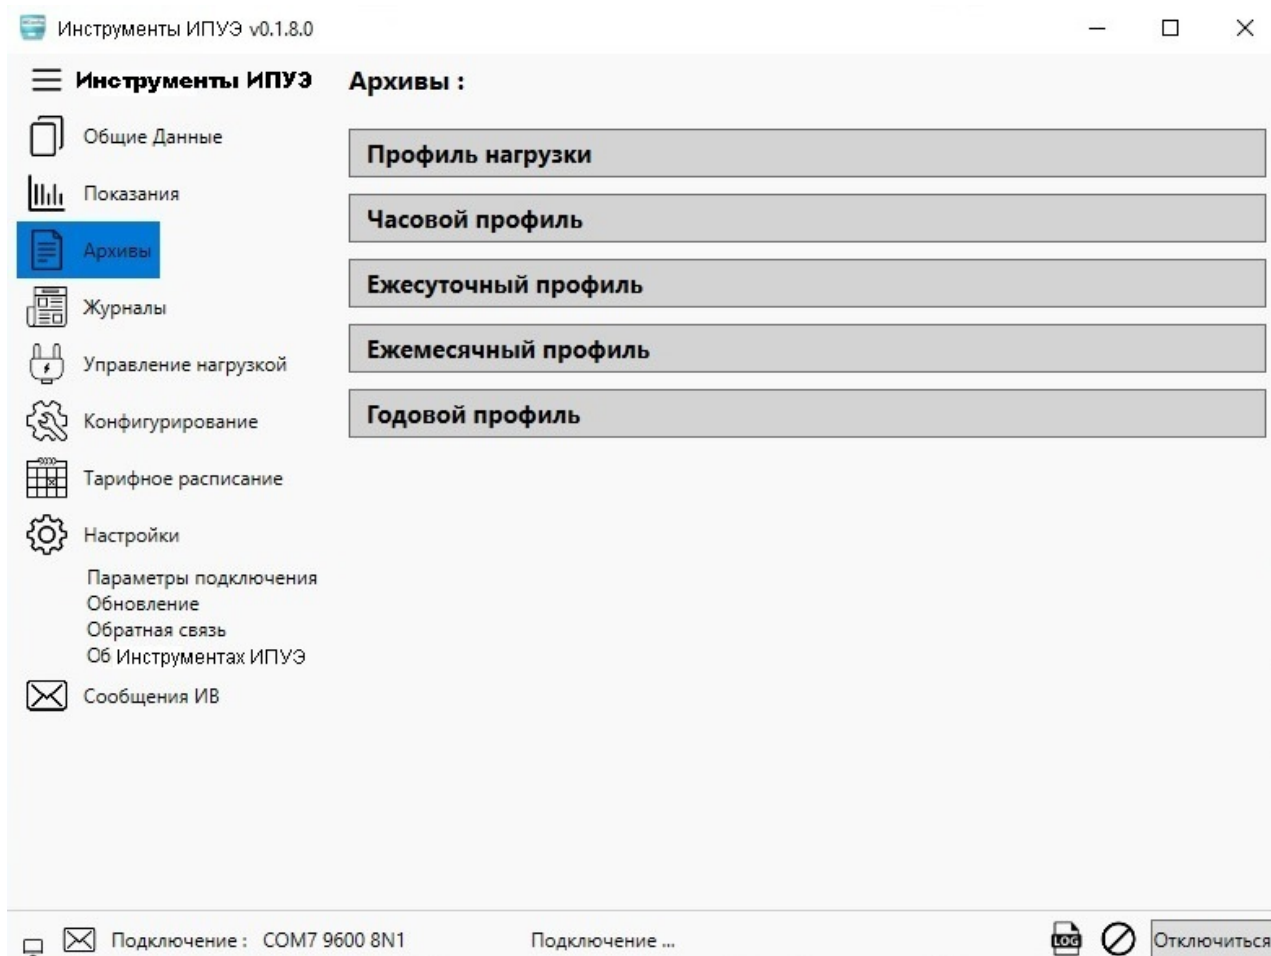

Рисунок 11 – Вид диалогового окна раздела «Архивы».
2.3 В разделе «Архивы» в режиме чтения доступны архивные данные профиля нагрузки, данные часового, ежесуточного, ежемесячного и годового профилей (рисунок 11). Профиль нагрузки содержит данные активной и реактивной энергии прямого и обратного направлений, фазного напряжения и температуры внутри счетчика. Остальные профили содержат данные активной энергии по всем тарифам и суммарной активной и реактивной энергии прямого и обратного направлений.